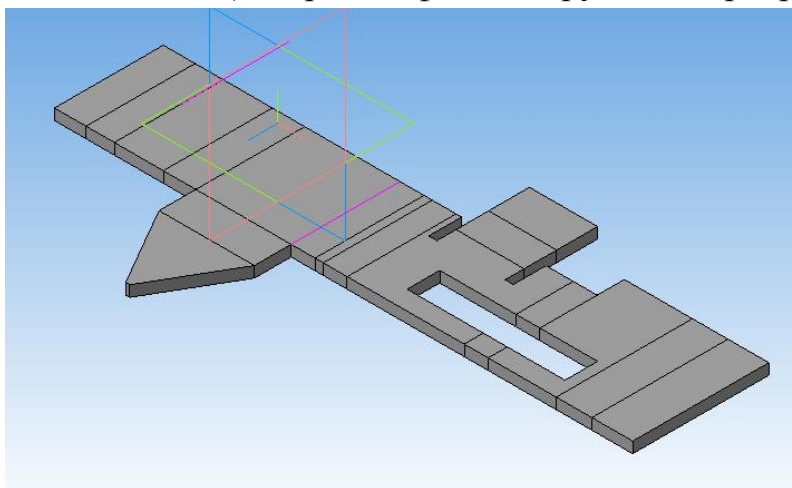

Рисунок 28.
3. Создание развертки листовой детали (рисунок 28).